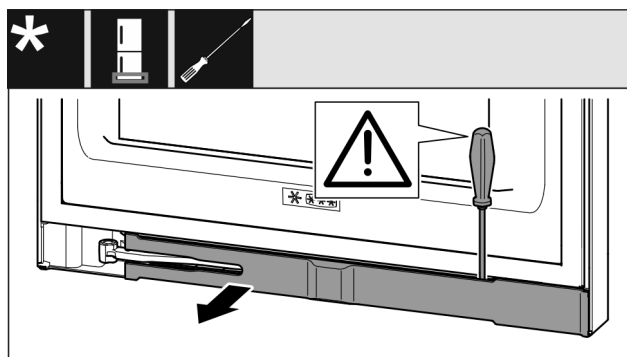

Fig. 13
- Освободете капачката с плоска отвертка и я завъртете настрана Fig. 13 ().